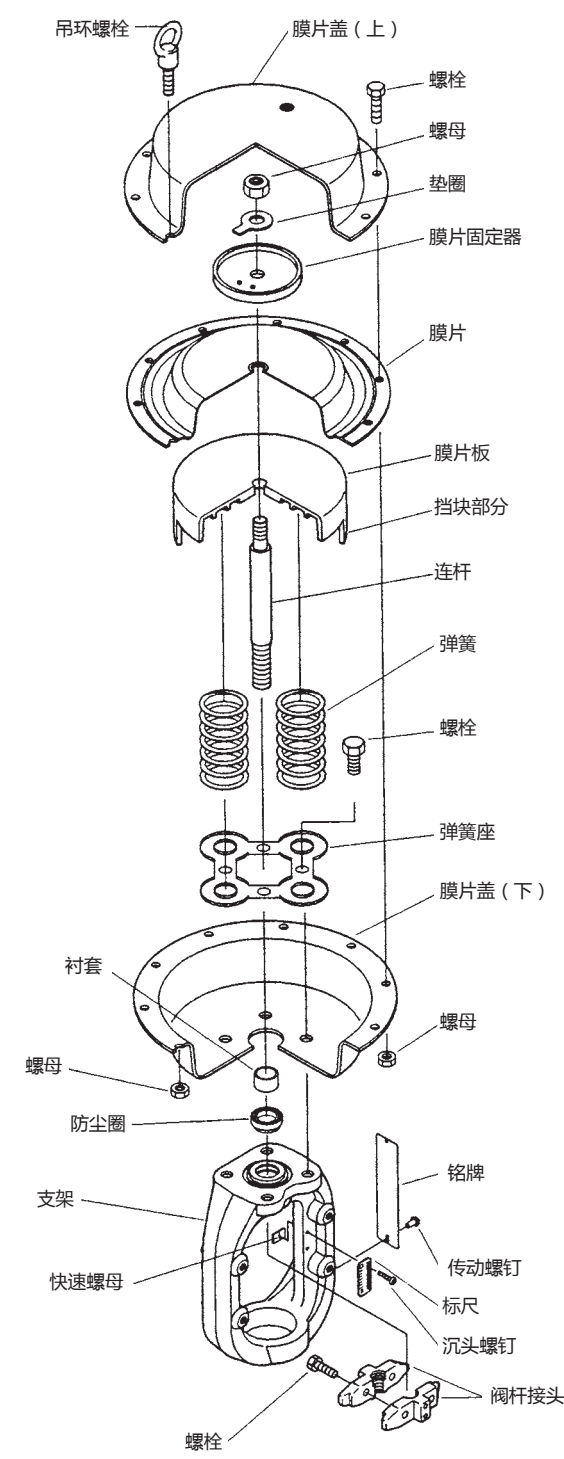
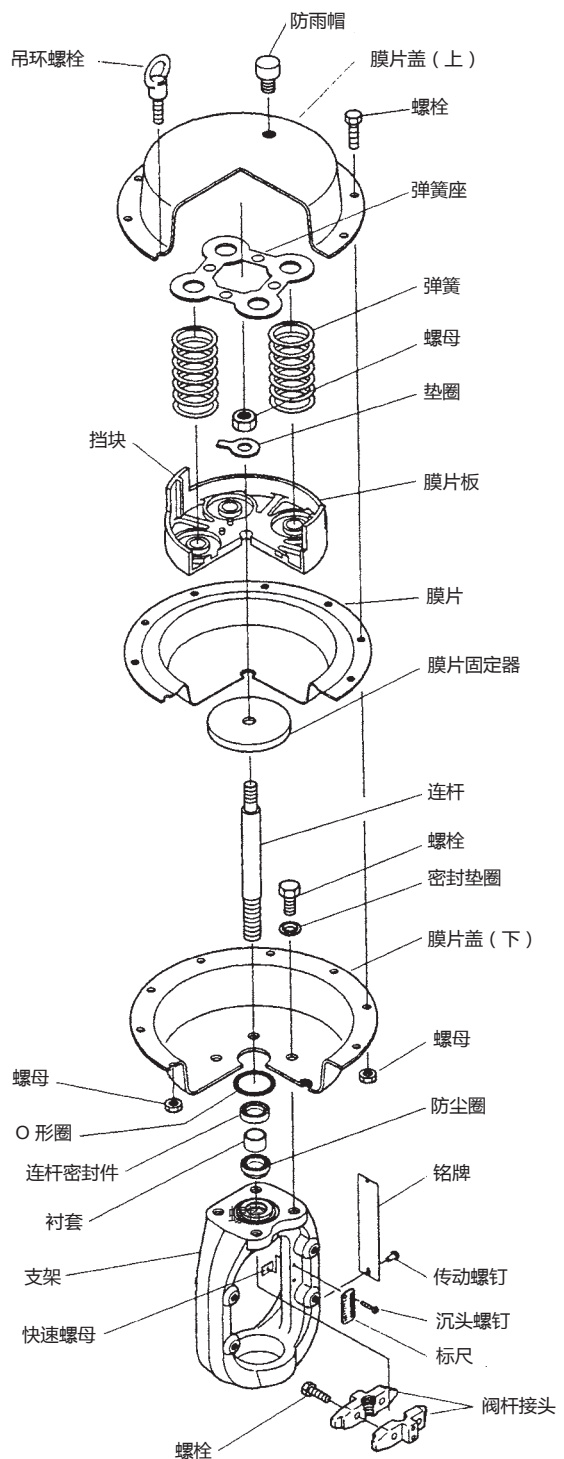

图 4-4 正作用型号 PSA1D
图 4-5 反作用型号 PSA1R
A. 正作用型 (参见图 4-4)
- (1) 断开气管, 然后从执行机构上拆下附件。
- (2) 拆下阀杆接头。
- (3) 从膜片盖上拆下固定螺栓 (一对吊环螺栓除外)。
- (4) 交替并均匀松开一对吊环螺栓。使用这对吊环螺栓可对弹簧进行初始定位。
- (5) 拆下膜片盖。将执行机构连杆向上拉, 并连同膜片一起拉出。
- (6) 取出弹簧。
B. 反作用型 (参见图 4-5)
- (5) 拆下膜片盖。取出弹簧。
- (6) 将执行机构连杆向上拉, 并连同膜片一起拉出。
参见图 4-4。
参见图 4-5。